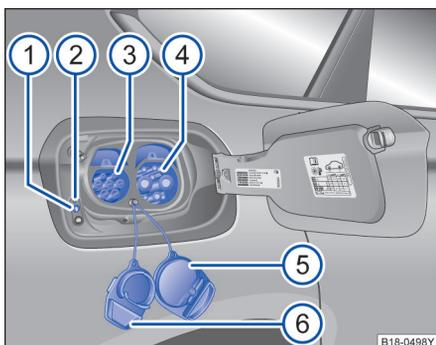

图 111 充电插座。
⇒图 111 的图例：
- 若成功连接，则⇒图 111 ② 充电状态指示灯亮黄色，组合仪表的显示屏中出现指示灯 。